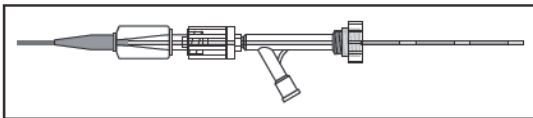

図4：フルオロセーバーマーカ
- (1) デリバリーワイヤの手元部にねじれや異常などがないことを点検する。異常が認められた場合は新しい製品と交換する。
- (2) 2チップ・マイクロカテーテルの RHV を緩め、RHV からイントロデュサシースのテーパーされた先端部を挿入し、2チップ・マイクロカテーテルのハブにシースをしっかりと収めると、イントロデュサシースが少したわむ。イントロデュサシースの周りの RHV を、コイルがカテーテル挿入時に破損しない程度に締め、血流の逆流を防ぐ。
- (3) デリバリーワイヤをスムーズに途切れない動作で進めて本品をカテーテル内に移動させる。この操作は2名で行うことが最適である。1人が RHV と2チップ・マイクロカテーテルのハブ内のイントロデュサシースをしっかりと固定し、もう1人がイントロデュサシースを真っ直ぐの状態保持し、コイルを進める。
- (4) デリバリーワイヤの近位端がイントロデュサシースの近位端 5cm (2inch) 以上手前のところまで挿入する。
- (5) デリバリーワイヤの柔軟部分がカテーテルのシャフト内に入ったら RHV を緩め、イントロデュサシースをデリバリーワイヤの手元から引き抜く。コイルがシースと一緒に出てこないことを確認する。
- (6) その後、デリバリーワイヤ上の RHV を締める。コイルが留置、及び離脱されるまでは、イントロデュサシースを廃棄しないこと。
- (7) フラッシュ溶液が正常に注入されていることを目視で確認した後、持続的フラッシュに支障を来たさない程度に RHV を緩め、デリバリーワイヤを進める。
- (8) デリバリーワイヤのフルオロセーバーマーカの位置を確認しながら、コイルを進める。
- (9) デリバリーワイヤのフルオロセーバーマーカが RHV の手元側に接するまでマイクロカテーテル内でコイルを進めたことを、エックス線透視下で確認する（図4）。